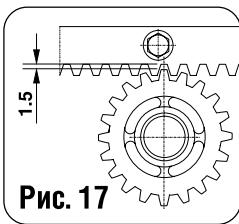

Рис. 17
- Чтобы обеспечить правильное зацепление рейки с шестерней, опустите привод на 1,5 мм.(рис.17)